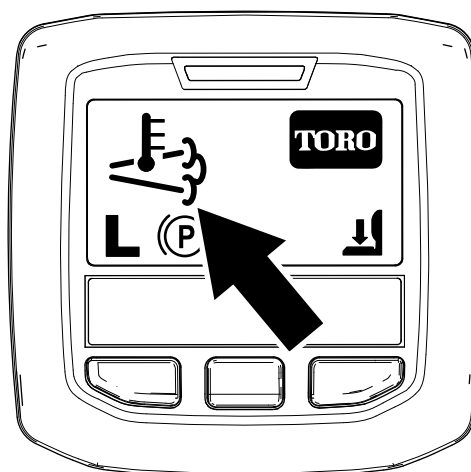

Рисунок 42
- Значок высокой температуры выхлопа отображается на экране инфо-центра (Рисунок 42).